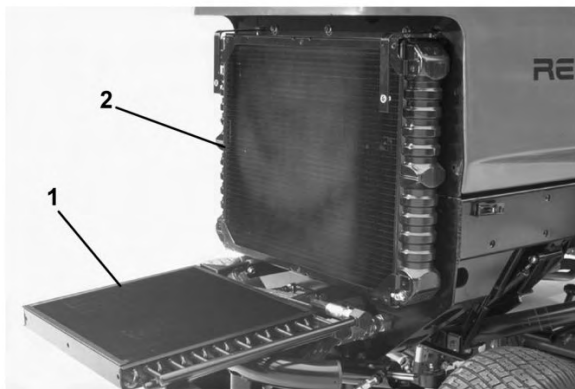

Figura 61
3. Svitare le manopole e girate indietro il refrigeratore dell'olio (Figura 61). Pulite accuratamente entrambi i lati dell'area del refrigeratore dell'olio e del radiatore utilizzando aria compressa. Non usate acqua. Aprite il cofano e soffiare via i detriti verso il retro della macchina. Riportate il refrigeratore dell'olio nella posizione originale e serrate le manopole.